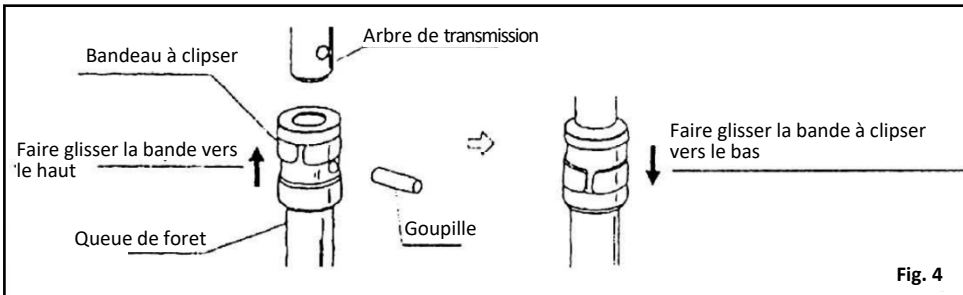

Fig. 4
4. Foret et boîtier d'engrenages (Fig. 4)